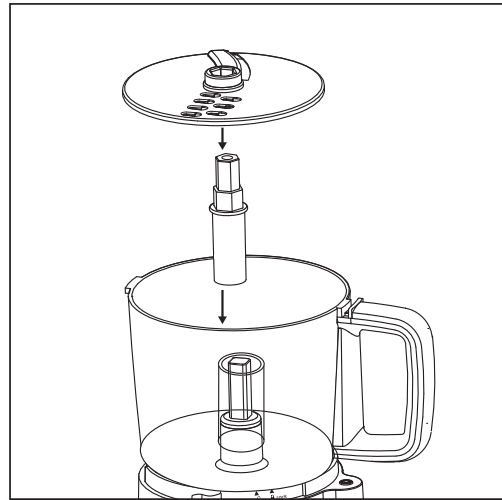

Figura 5
- 2 Deslice el vástago del disco en el poste central de la base. Empuje el disco rebanador/rallador con el lado deseado (rebanado o rallado) hacia arriba en el vástago del disco (Figura 5). Tenga cuidado cuando los maneje, pues las hojas son muy filosas.